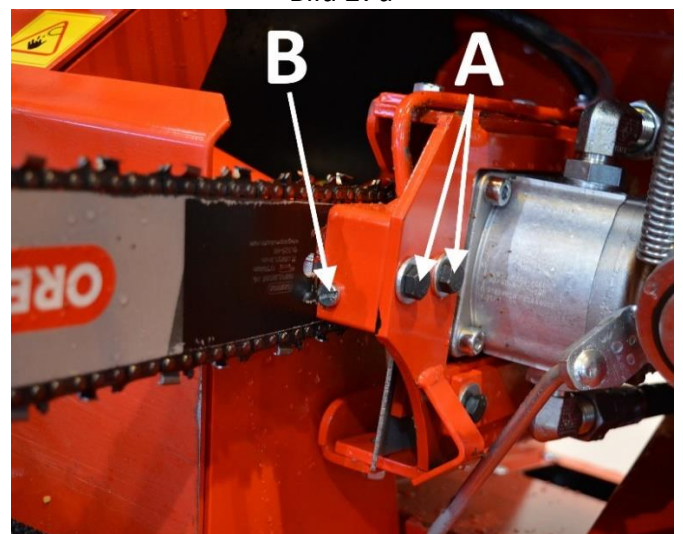

Bild 27b
10. Finjustera spänningen på sågkedjan genom att lossa bultarna A (bild 27b) och vrid justerskruven B i öppen eller nära riktning för att lossa eller späna kedjan. Den nya sågkedjan kan töjas ut märkbart under de första drifttimmarna så att kedjan måste spännas manuellt.